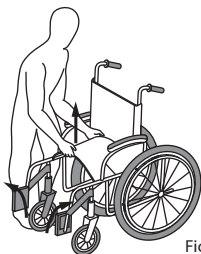

Fig 3
- Pliegue la silla de ruedas mientras mantiene el tapizado del asiento levantado para evitar lastimarse con el mecanismo de plegado. (Fig 3, 4)